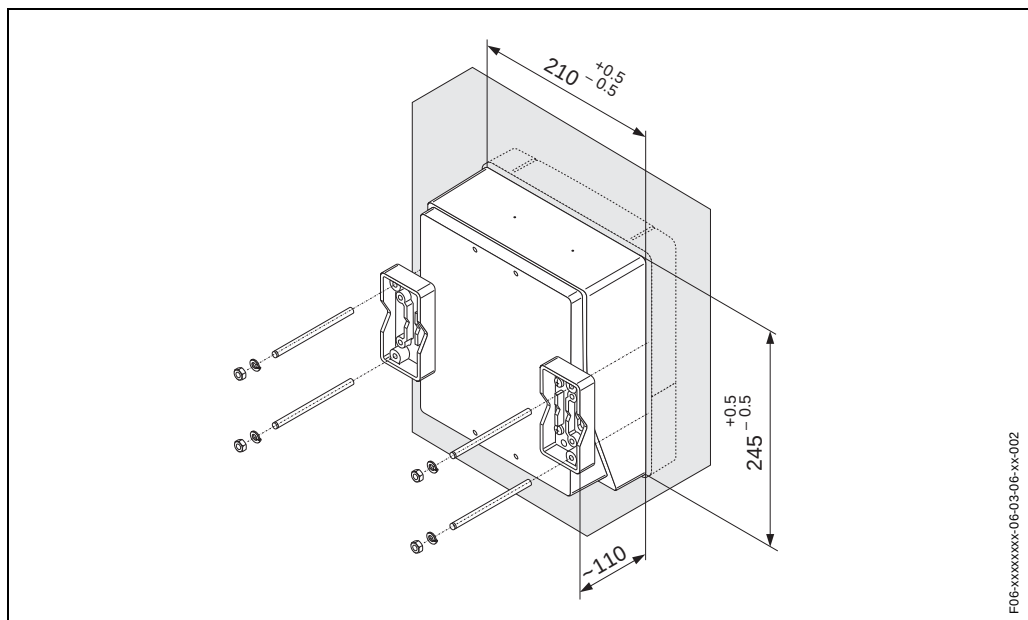

Рис. 38: Монтаж на панели (корпус настенного исполнения)
1. Подготовить установочное отверстие на панели (рис. 38).